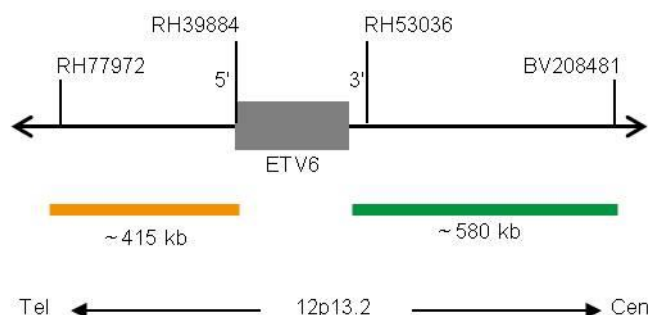

Fig. 1: SPEC ETV6 Mapa da sonda (sem escala)
- Polinucleótidos (~10.0 ng/ μ l) com marcação ZyGreen (excitação 503 nm/emissão 528 nm), dirigidos ao mapeamento de sequências alvo em 12p13.2* (chr12:12,054,737-12,634,328) proximais ao ponto de quebra do gene ETV6 (ver Fig. 1).
- Polinucleótidos (~4.5 ng/ μ l) com marcação ZyOrange (excitação 547 nm/emissão 572 nm), dirigidos ao mapeamento de sequências alvo em 12p13.2* (chr12:11,393,774-11,808,608) distais ao ponto de quebra do gene ETV6 (ver Fig. 1).